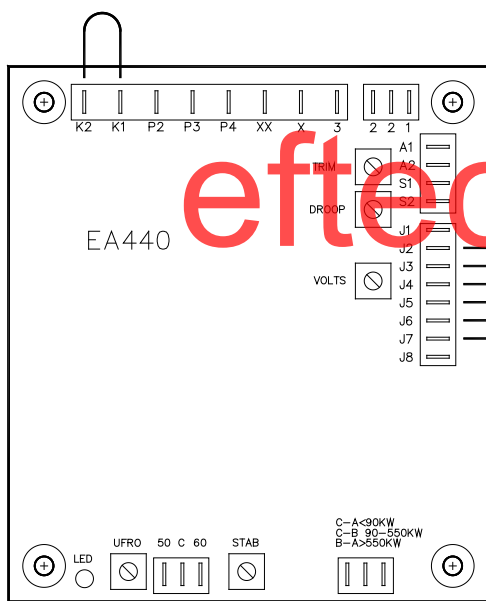
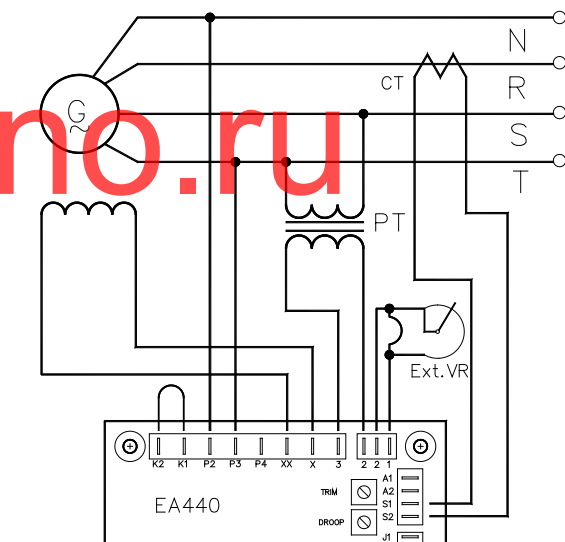

Рис. 2 Схема переключек
Рис. 3 Схема подключения
9. J1~J8: Клеммы перепадов 2-3, 4-5, 6-7. Пожалуйста, обратитесь к рис. 2 и рис. 3.
1. Если необходимо задействовать регулятор параллельно с общей шиной, следует подключить трансформатор тока (СТ) 10ВА (См. Рис. 3). Трансформатор подсоединяется к производящей линии генератора и преобразовывает одноамперный ток вторичной обмотки трансформатора на заданную нагрузку.
1. Подсоедините трансформатор тока СТ к регулятору как показано на Рис. 3.
Нарушение в подключении проводки	Пожалуйста, см. Рис. 2
Отсутствие напряжения на клеммах 3&2	Пожалуйста, смотрите рис. 2